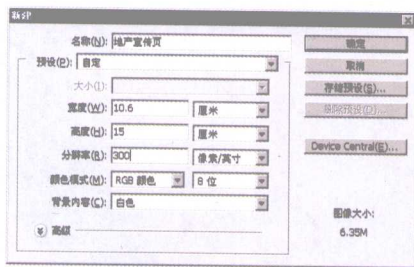

图 1-1
① 新建文件。执行“文件”|“新建”命令, 弹出“新建”对话框, 设置“名称”为“地产宣传页”, “大小”为“106mm × 150mm”, “分辨率”为 300dpi, “颜色模式”为“RGB 颜色”, “背景内容”为白色, 设置完毕后单击“确定”按钮, 如图 1-1 所示。